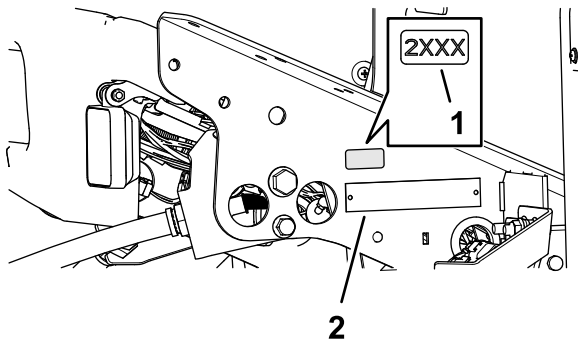

Figure 7
1. Avec de l'alcool à friction et un chiffon propre, nettoyez le support de plancher près de la plaque du numéro de série et laissez sécher le support (Figure 7).